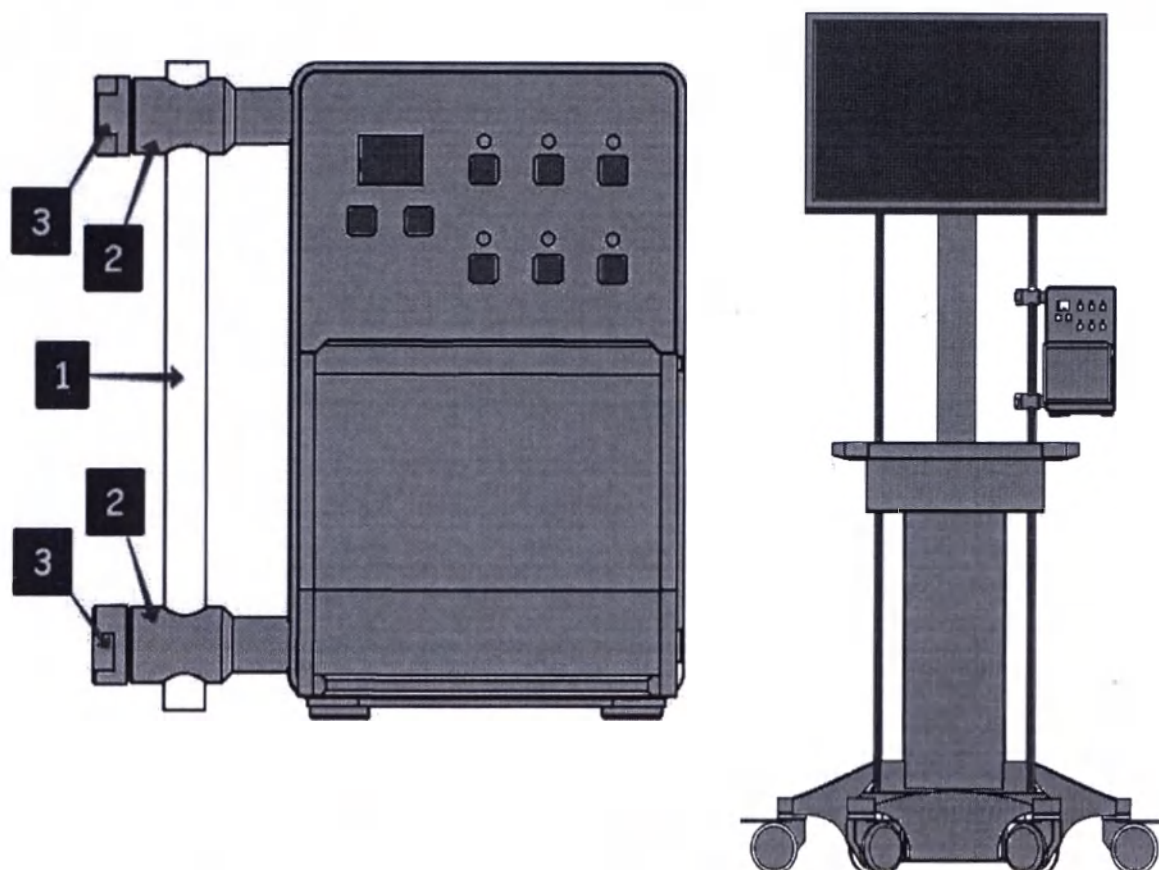

Рисунок 10 – Установка на вертикальный штатив или операционную стойку.
Насос может быть закреплен на вертикальный штатив операционного стола диаметром 16мм или тележку передвижную (Рисунок 10) на высоте не более 1,5 метров от пола. Для этого необходимо выкрутить фиксирующие болты-барашки с трехгранной головкой (3), вынуть транспортировочную штангу (1) из крепежных элементов (2), установить на вертикальный штатив диаметром 16мм и закрутить фиксирующие болты с трехгранной головкой (3).